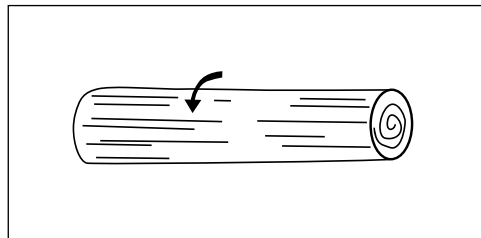

Рис. 10
1. В случае когда ствол находится на опорах по всей длине, ведите пилу сверху вниз и одновременно с этим следите, чтобы цепь не врезалась в землю (рис. 10).